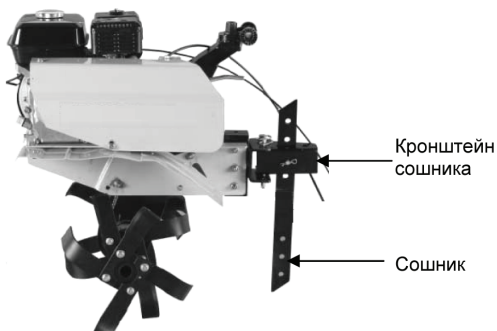

Рис. 4
3. Установите на мотоблок фрезы (Рис. 4).
4. Установите на мотоблок кронштейн сошника и сошник (Рис. 4)